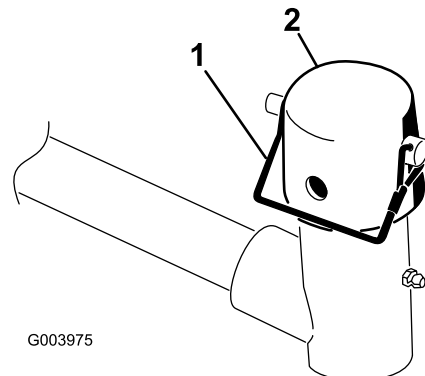

Bild 7
6. Nehmen Sie den Einraststift und die Kappe vom Gelenk des Hubarms ab (Bild 7).
10. Befestigen Sie die Kappe und die Trägerrahmenwelle mit dem Einraststift am Hubarmjoch (Bild 7).